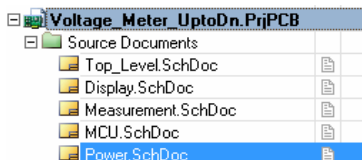
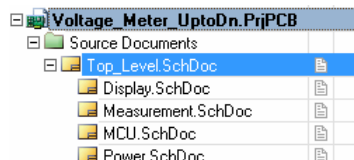

图 7-17 编译前的层次化工程
图 7-18 编译后的层次化工程
(9) 保存并编译工程，修改可能发生的错误。编译前后的工程面板如图 7-17 和图 7-18 所示，编译后设计文档的缩进排列体现出该工程的层次化结构。